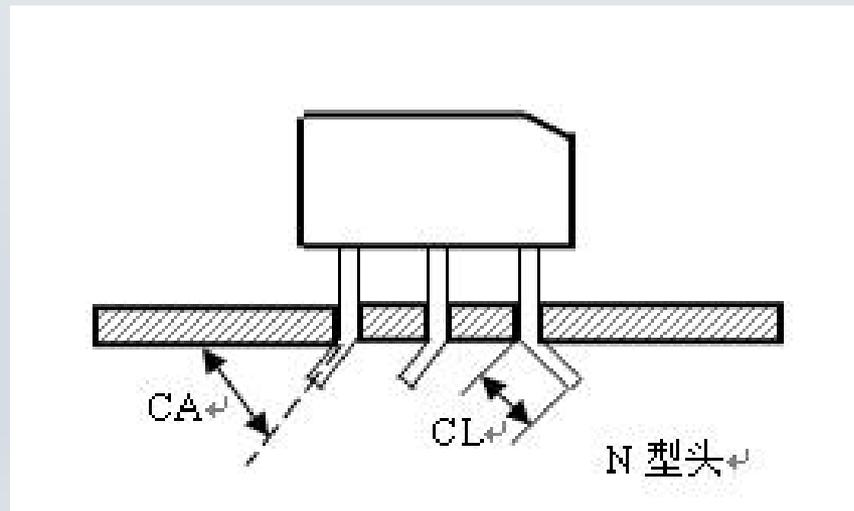

图 11b
2. 立插元件：其在印制板上的切钎形状如图11b所示，其中 $CL=1.5-2.0 \pm 0.3\text{mm}$ ， $CA=0-35 \pm 10^\circ$ 可调。